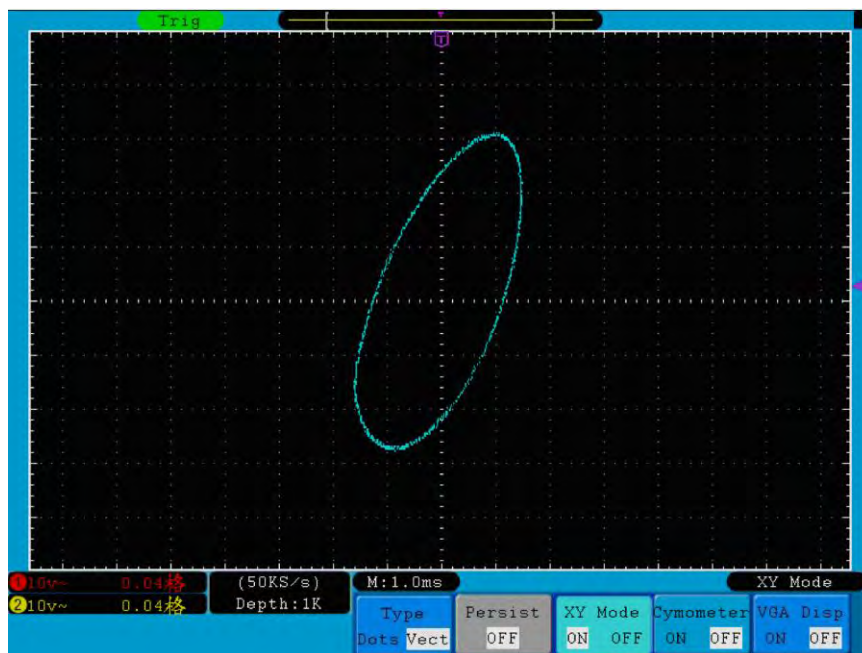

Abb. 45 Anzeigeformat XY
2. Drücken Sie die Menüauswahl taste **H3** und wählen Sie XY bei Format. Das Anzeigeformat wechselt in den XY-Modus (siehe **Abb. 45**).